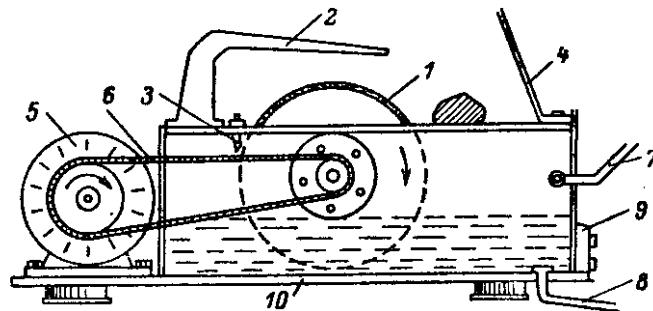

Рис. 1. Станок для резки камня.
Существует много конструкций камнерезных станков, два варианта которых предлагаются вниманию читателей. Камнерезный станок (рис. 1) состоит из металлической станины (10), на которую посредством шпинделя с подшипниками насаживается алмазный отрезной круг (1). Электродвигатель (5) снабжен шкивом и клиноременной передачей (6). Для предохранения деталей станка от брызг воды следует сделать три ограждения — металлические защитные козырьки над алмазным диском (2), около алмазного круга (3) и защитную пластику из плексигласа (4) перед самим работающим. Для подачи и слива воды, охлаждающей диск, имеется ввод (7) и слив (8). Станок нужно скомпоновать так, чтобы было легко снимать диск и открывать металлическое основание для ремонта и про-
Если у вас нет возможности приобрести алмазный отрезной круг, то резку камня можно производить простым железным или медным диском. Карборундовый порошок засыпается в резервуар станка (рис. 1). При таком способе не требуется дополнительного охлаждения, так как это выполняется самим абразивом с водой. Вращающийся диск, проходя через слой абразивной суспензии, захватывает частицы абразива (шаржируется), производя таким образом резку камня.